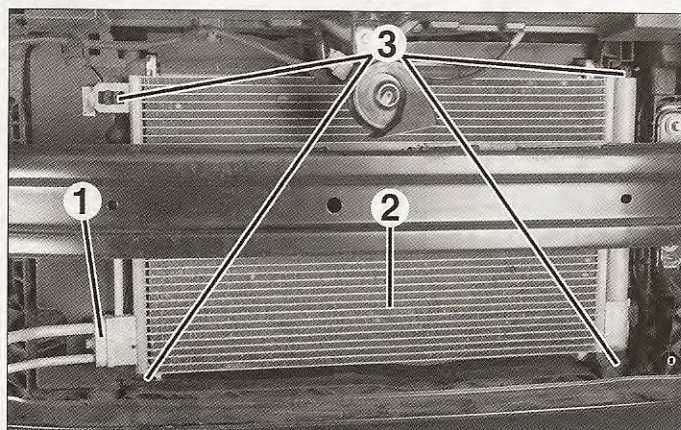

FIG. 28
- Desconectar las tuberías (1) del condensador (2) (fig. 28).
- Desmontar el condensador de sus fijaciones (3).